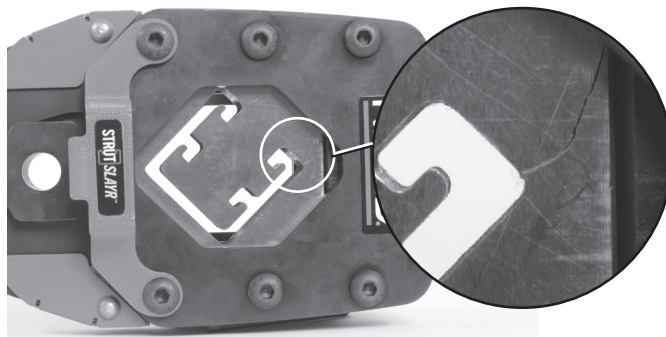

Figura 2A – Exemplo de quebra da matriz
- Matrizes lascadas ou rachadas (Consulte a Figura 2A).